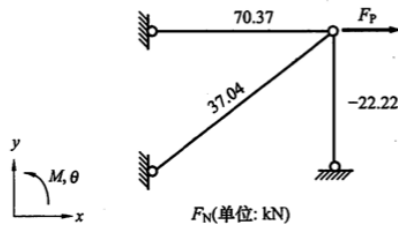

图 8-54
8-11 $\bar{\mathbf{F}}^{\text{②}} = \begin{bmatrix} 5.1 \text{ kN} \\ 2.4 \text{ kN} \cdot \text{m} \\ 4.5 \text{ kN} \\ -1.2 \text{ kN} \cdot \text{m} \end{bmatrix}$ 。提示：原题未规定结点转角的正方向，读者可以根据荷载情况判断出 4 结点转角应该为逆时针，而已知条件中 4 结点的转角为 0.005 (正值)，由此可推知逆时针为正。建立图 8-54 所示坐标系。